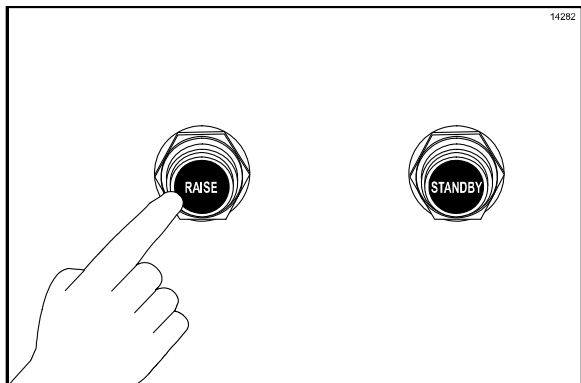

Рисунок 40
22. Для поднятия центральной плиты нужно нажать на красную кнопку "ПОДНЯТИЕ". (См. рис. 40)